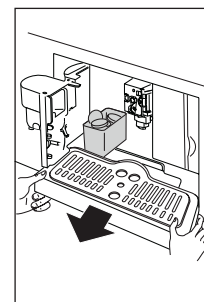

Рис. 24
- ▶ Извлеките поддон и емкость для отходов (Рис. 24).